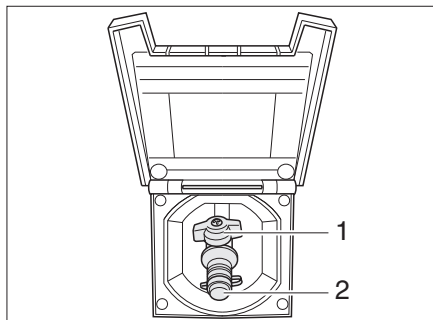

Bild 232 Extern gasanslutning, gasavstängningsventilen stängd
Den externa gasanslutningen (Bild 232) befinner sig på höger fordonssida. I undantagsfall befinner sig den externa gasanslutningen även på vänster fordonssida eller baktill.
- Anslut den externa gasapparaten till anslutningar (Bild 232,2).
- Öppna gasavstängningsventilen (Bild 232,1).